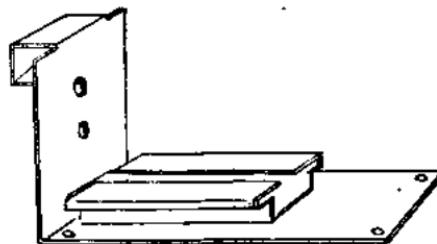

图 4
i. 三个部分完成后, 先将台虎钳底座如图4所示装在右虎口部分底板上, 对准上下小孔用铆钉铆好。